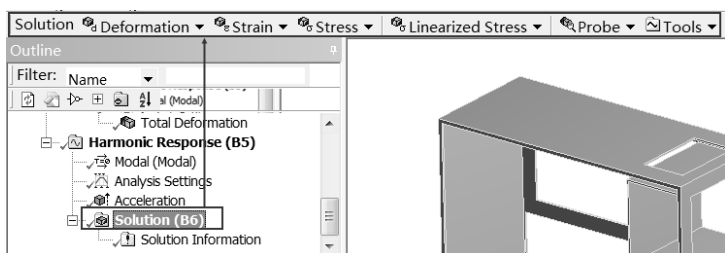

图 7-12 Solution 工具栏
Step1 : 选择 Mechanical 界面左侧 Outline (分析树) 中的 Solution (B6) 选项, 此时会出现如图 7-12 所示的 Solution 工具栏。